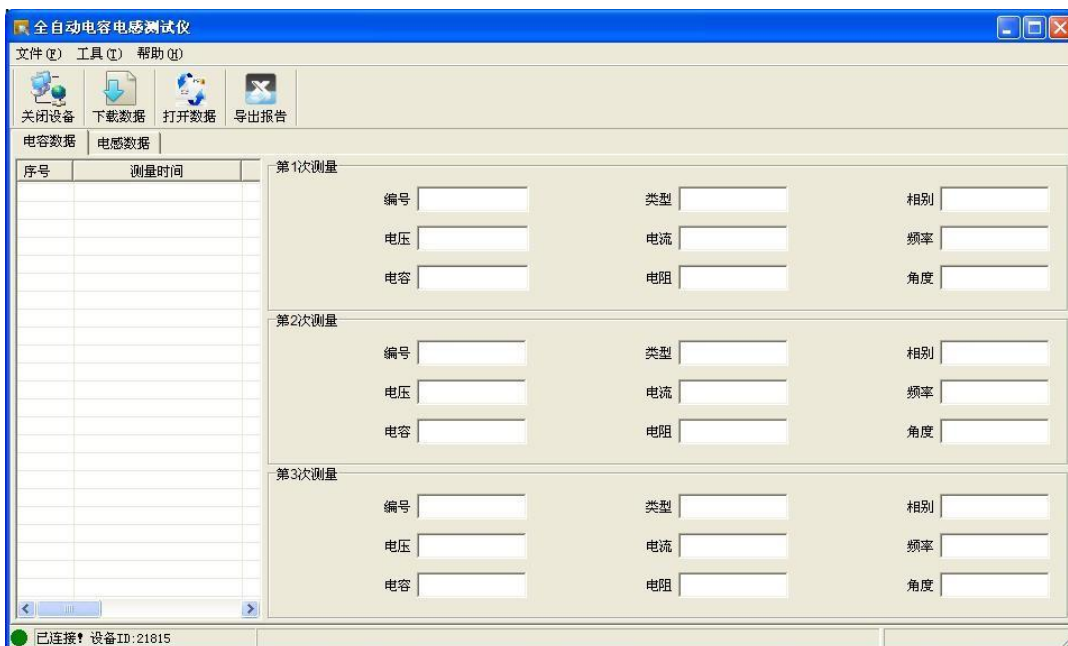

图 4.5 设备已连接
- 2 点击“打开设备”，自动联机，界面左下方显示“已连接”，如图 4.5 所示。